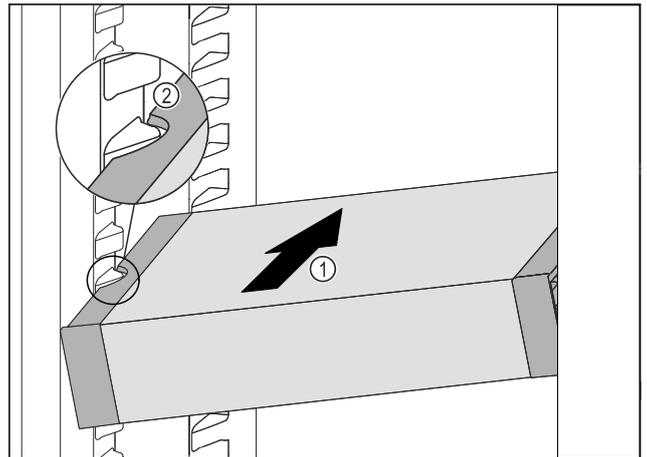

Fig. 73
- ▶ VarioSafe schräg in das Kühlteil einschieben Fig. 73 (1), bis sich die seitlichen Aussparungen Fig. 73 (2) des VarioSafes auf Höhe der Behälterrippe im Kühlteil befinden.